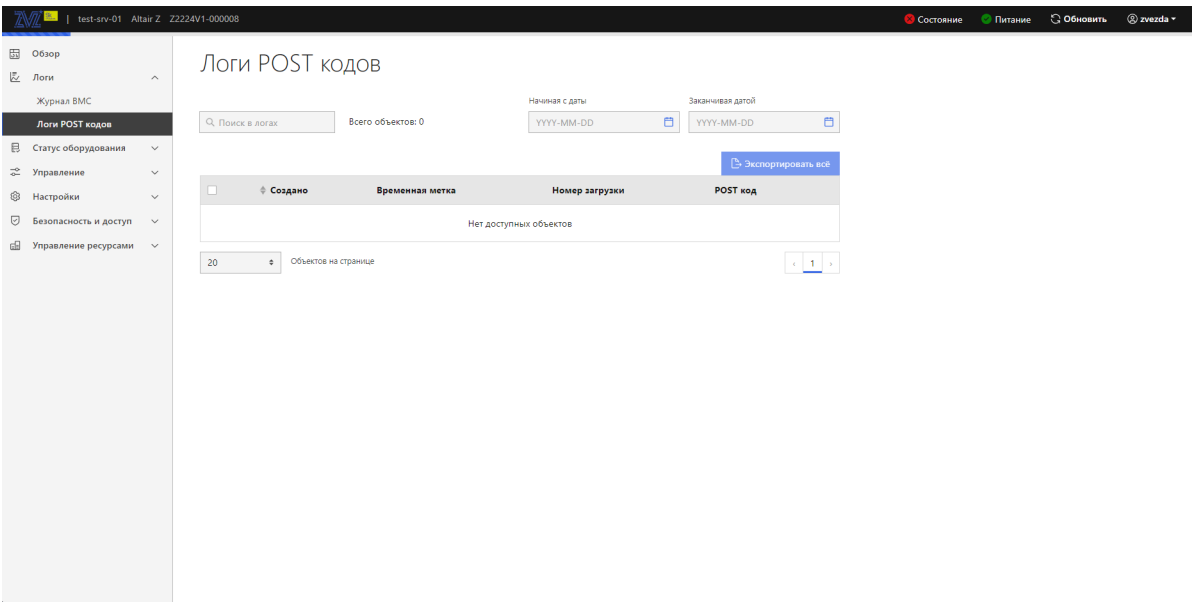

Рис. 74. Окно «Логи POST кодов»
- 3) Пройдите во вкладку «Логи» → «Логи POST кодов» в данной вкладке отображены все логи POST кодов. В поле «Поиск в логах» производится поиск логов POST кодов. В поле «Начиная с даты» произведите фильтрацию по дате начала логов, в поле «Заканчивая датой» произведите фильтрацию по дате окончания логов. «Экспортировать всё» позволяет экспортировать все логи POST кодов. Окно показано на рис. 74 **Окно «Логи POST кодов»**